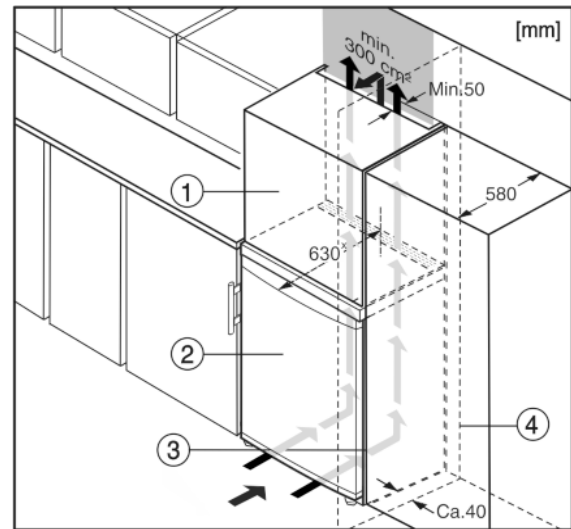

Fig. 8
Het apparaat Fig. 8 (2) kan worden ingebouwd in de keuken. Om het apparaat aan de hoogte van het keukenblok aan te passen, kunt u er een passende opbouwkast Fig. 8 (1) op plaatsen.
Bij een ombouw met keukenkasten (diepte max. 580 mm) kan het apparaat direct naast de keukenkast Fig. 8 (3) worden geplaatst. Het apparaat steekt aan de zijkant 34 mm\* en in het midden 50 mm\* uit ten opzichte van het keukenkastfront.
Plaatst u het apparaat met de scharnierkant naast een muur Fig. 8 (4), dan moet de afstand tussen apparaat en muur minstens 40 mm bedragen. Dit in verband met het uitsteken van de deurgreep bij een geopende deur.